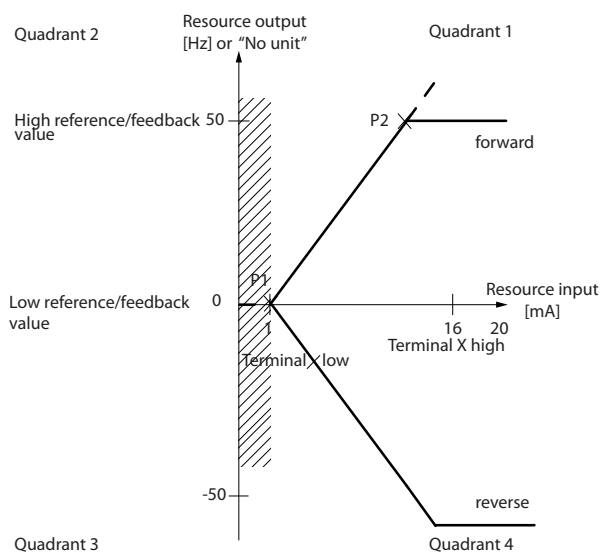

图 2.9 死区大小
- 最小参考值（请参阅表 2.2 了解相关参数）或最大参考值必须为零。换言之，P1 或 P2 必须在图 2.9 的 X 轴上。
死区的大小由 P1 或 P2 定义，如图 2.9 所示。